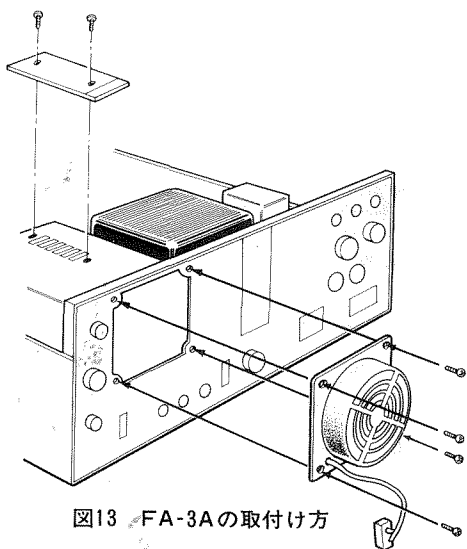

図13 FA-3Aの取付け方
- ①セットの上ブタをとりはずしてください。
- ②ファイナルカバーの風穴に当て板を取付けます。
- ③上ブタを元通り取付けます。
- ④後面パネルに取付けてあるファイナル保護カバーをはずし、FA-3Aを取付けます。方向を間違えないよう図13のように取付けてください。(ファンコードの位置が図13のようになるように取付けてください)
- ⑤FA-3Aのプラグを後面パネルのFANコンセントにさしこんでください。